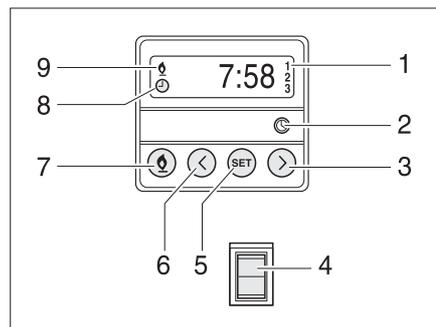

Bild 124 Bedieneinheit für Standheizung
- Taste (Bild 124,7) drücken. Der Heizbetrieb wird durch das Symbol (Bild 124,9) angezeigt. Das Gebläse wird erst bei einer Kühlwassertemperatur von 30 °C zugeschaltet.
- Taste (Bild 124,7) drücken. Das Symbol (Bild 124,9) erlischt.
- Schalter (Bild 124,4) unten drücken. Motor wird vorgewärmt. Das Gebläse wird sofort zugeschaltet.
- Schalter (Bild 124,4) oben drücken. Motor bleibt kalt.
- Taste (Bild 124,2) drücken. Die Uhrzeiteinstellung wird durch das Symbol (Bild 124,8) angezeigt.
- Mit den Tasten (Bild 124,3 und 6) die Uhrzeit einstellen.
- Taste (Bild 124,5) drücken.
- Innerhalb von 10 Sekunden mit den Tasten (Bild 124,3 und 6) die Einschaltzeit einstellen.
- Taste (Bild 124,5) so oft drücken, bis die gewünschte Programmnummer (Bild 124,1) im Display angezeigt wird.